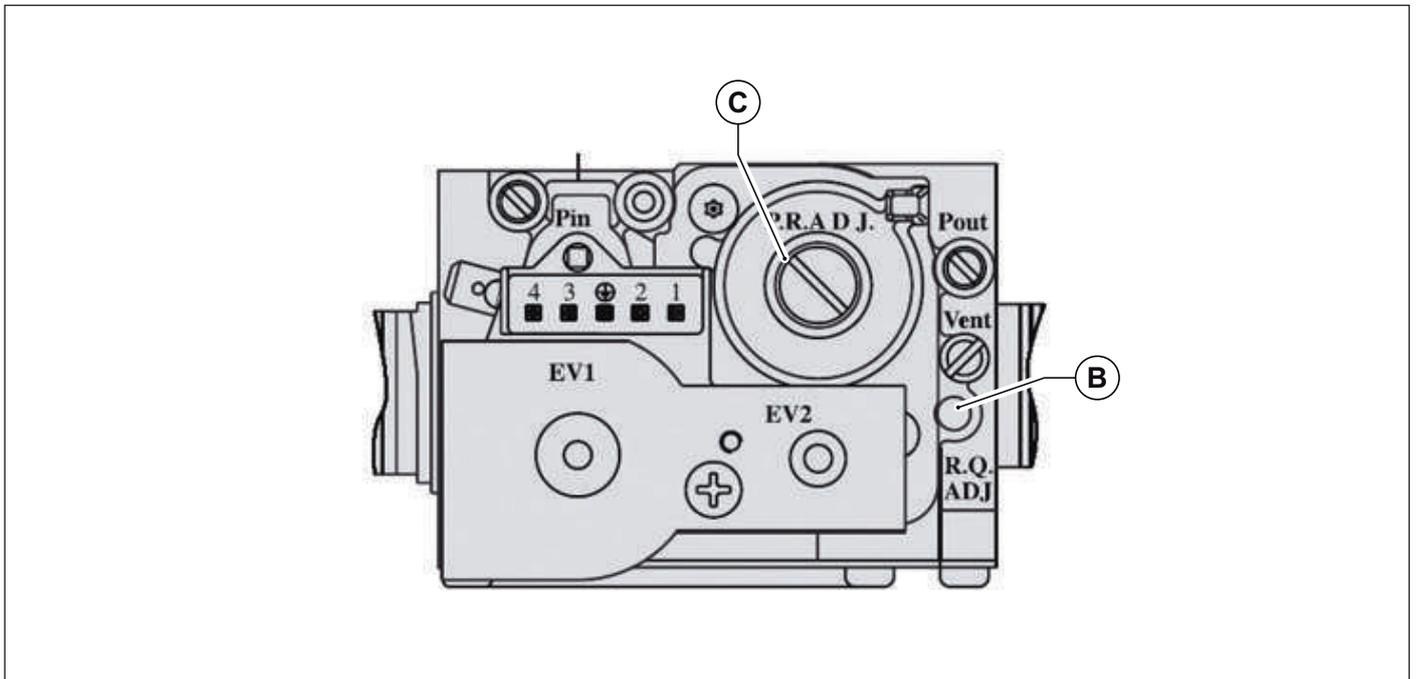

Fig. 40 Regolazione valore anidride carbonica
- Regolare il valore dell'anidride carbonica (CO₂) nei fumi ruotando il regolatore di rapporto **B** (vedi Fig. 40 Regolazione valore anidride carbonica) e assicurarsi che rientri nei limiti della Tab. 29 Valori di CO₂ nei fumi. Lasciare la caldaia in modalità spazzacamino e portarsi al passo successivo di regolazione alla potenza minima.
- Regolare il valore dell'anidride carbonica (CO₂) nei fumi ruotando il regolatore di offset **C** (vedi Fig. 40 Regolazione valore anidride carbonica) e assicurarsi che rientri nei limiti della Tab. 29 Valori di CO₂ nei fumi.